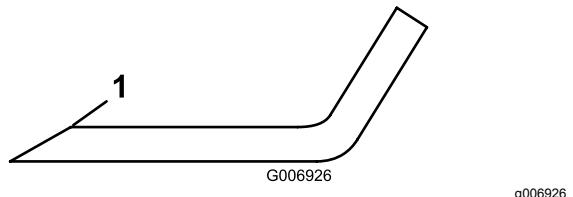

Figura 85
5. Inspeccione los filos de corte de todas las cuchillas. Afílelos si están romos o tienen mellas. Afile únicamente la parte superior del filo y mantenga el ángulo de corte original para asegurar un afilado correcto (**Figura 85**).
6. Si está romo o tiene desperfectos, afile únicamente el filo superior y mantenga el ángulo de corte original (**Figura 85**).